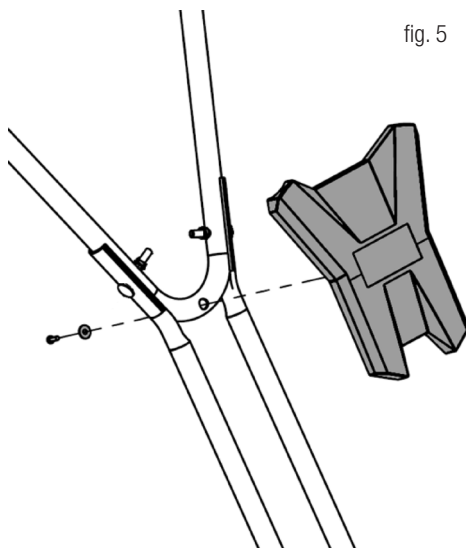

fig. 5
5. Monte el panel como se muestra en la fig 5.